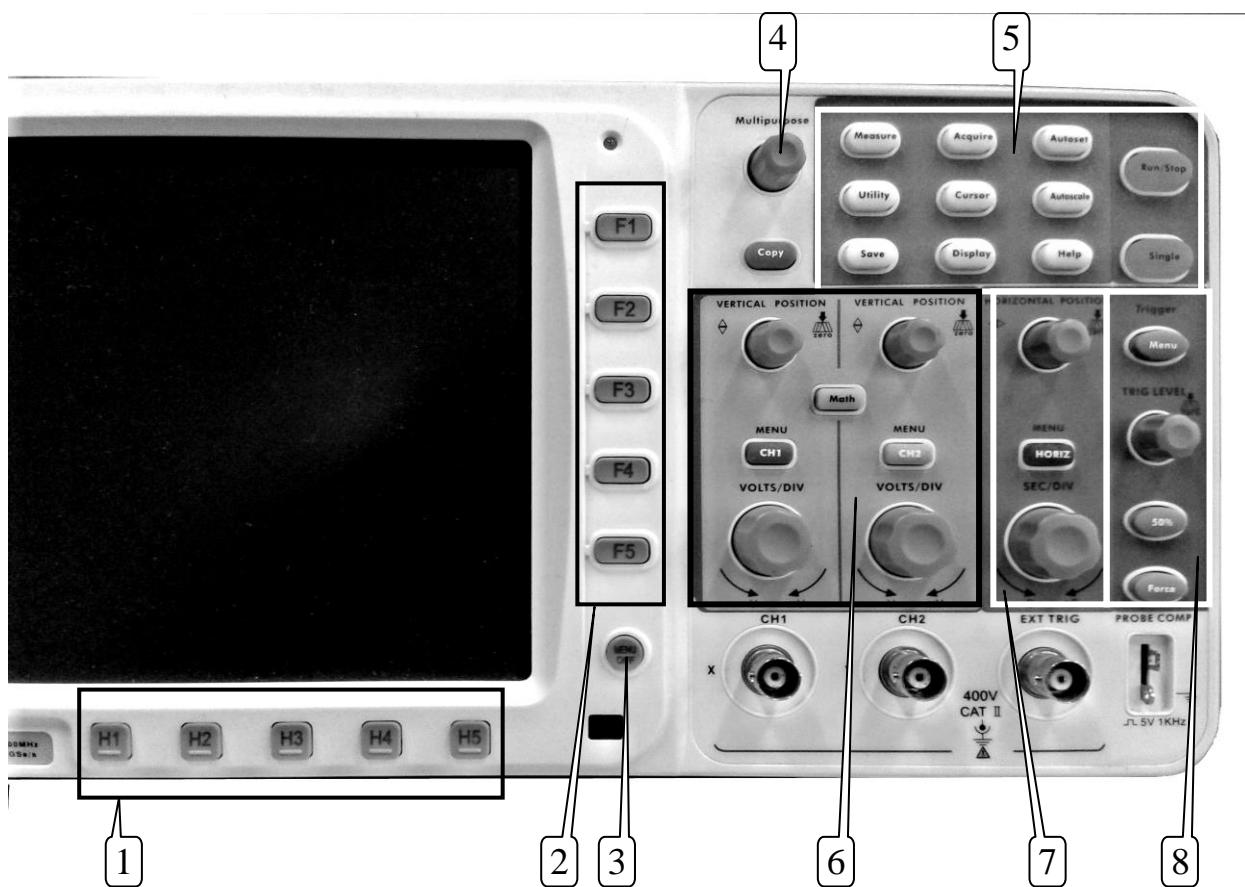

Рис. 3.2. Органы управления передней панели
3. Область органов управления (рассмотрены на рис. 3.2).
На рис. 3.2 показаны органы управления, расположенные на передней панели. К ним относятся: